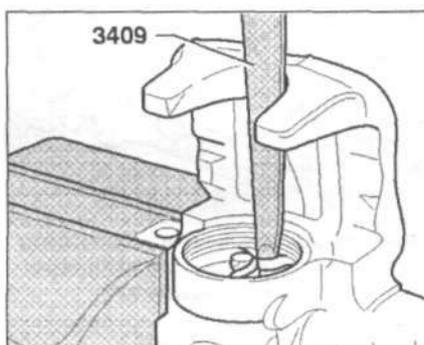

Рис. 11.28. Снимите сальник с помощью клинка 3409.
2. Снимите сальник с помощью клинка 3409 (рис. 11.28). При снятии убедитесь, что поверхность цилиндра не повреждена.